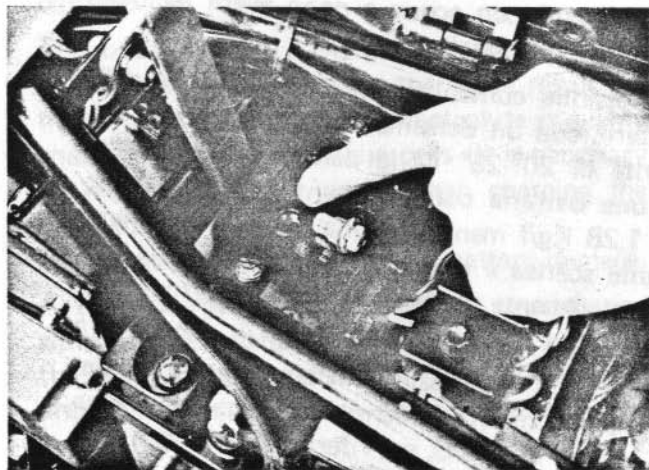

Fig. 53
3) Il controllo dei livelli negli elementi centrali può risultare difficoltoso senza estrarre la batteria; in questo caso, togliere elastico, coperchio superiore e tappi e confrontare dai fori di riempimento i vari livelli con quelli degli elementi esterni (Fig. 53).
3) It may be difficult to check the electrolyte level in the central cells of the battery. In this case remove the rubber band, the top cover and the vent plugs, and looking inside the filler hole of each cell, compare the various levels with the external cell ones (Fig. 53).